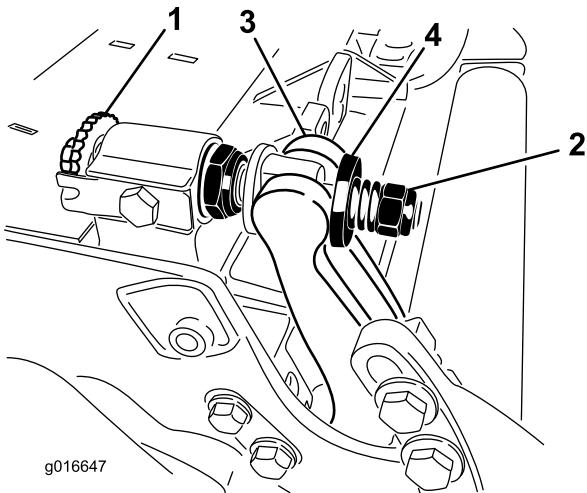

Bild 33
1. Drehen Sie die Einstellschrauben des Untermesserträgers nach links, damit sich der Abstand zwischen Untermesser und Spindel vergrößert (Bild 33).
2. Drehen Sie die Federspannungsmutter so weit hinaus, bis die Scheibe nicht mehr gegen den Untermesserträger angespannt ist (Bild 33).
- Tragen Sie ein Mittel zur Vermeidung des Festfressens innen im Büchsenbereich am mittleren Mähwerkrahmen auf (Bild 33).